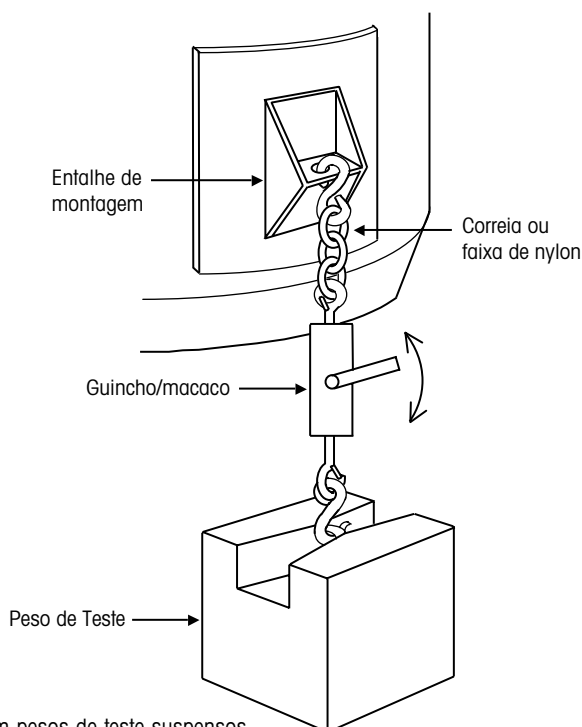

Figura 22: Calibração do tanque com pesos de teste suspensos
- 1. Pesos de teste.** Usar o peso de teste é o método mais preciso e é exigido para calibração de balanças comerciais (homologadas). Calibração com peso é bastante fácil de se fazer com balanças pequenas, mas se torna cada vez mais difícil e impraticável conforme a capacidade da balança aumenta. Tanques e recipientes não possuem uma superfície plana sobre a qual carregar os pesos, assim, o método de carregamento deve ser planejado antecipadamente; por exemplo, forneça alças nas laterais dos tanques às quais pendurar os pesos, como mostra a Figura 22.